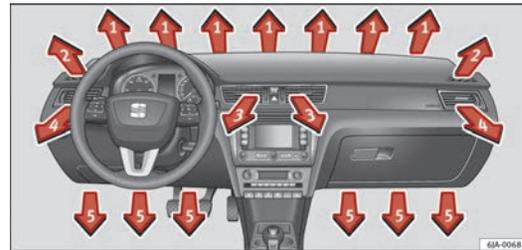
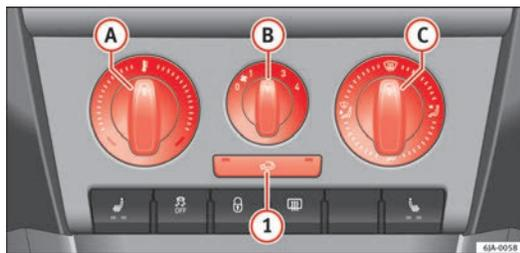

Abb. 97 Luftaustrittsdüsen
Abb. 98 Heizung: Bedienelemente
- Zur Änderung der Höhe des Luftstroms schwenken Sie den Schieberegler nach oben oder unten. ⇒ Abb. 97.
Die Einstellung des Luftaustritts aus den Düsen erfolgt über den Regler **C** ⇒ Abb. 98. Die Luftaustrittsdüsen **3** ⇒ Abb. 97 und **4** können Sie einzeln schließen und öffnen. ▶
- Drehen Sie den Drehregler **A** ⇒ Abb. 98 nach rechts, um die Temperatur zu erhöhen.
- Drehen Sie den Gebläseschalter **B** ⇒ Abb. 98 in eine der Positionen 1 bis 4, um das Gebläse einzuschalten.
- Mit dem Luftverteilungsregler **C** ⇒ Abb. 98 regeln Sie die Richtung des Luftaustritts ⇒ Seite 133, Luftaustrittsdüsen.
Sie können alle Bedienelemente mit Ausnahme des Gebläseschalters **B** ⇒ Abb. 98 auf jede beliebige Zwischenstellung einstellen.
- Drehregler Ⓐ ⇒ Abb. 98 ⇒ Seite 134, Ⓑ, Ⓒ und Taste ①.
- Drücke Sie die Taste  ① ⇒ Abb. 98 ⇒ Seite 134. Die Kontrollleuchte in der Taste leuchtet auf.
- Drücke Sie erneut die Taste  ① ⇒ Abb. 98 ⇒ Seite 134. Die Kontrollleuchte in der Taste erlischt.
Wenn die Luftaustrittsdüse Ⓒ ⇒ Abb. 98 ⇒ Seite 134 auf die Position  gestellt ist, schaltet sich der Umluftbetrieb automatisch aus. Sie können den Umluftbetrieb in dieser Position wieder einschalten, indem Sie die Taste  drücken. ▶